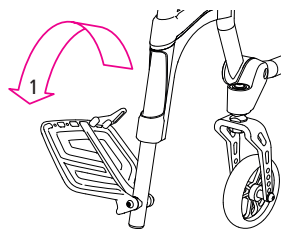
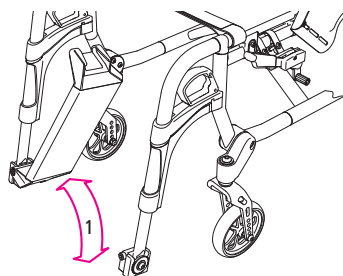

Рис.7
Рис.8
1. Пластини підніжок (1, рис. 7) або вибрана як додаткове обладнання полічка підніжки (1, рис. 8) встановлюються у правильне положення поворотом вгору або вниз.
2. Полічка підніжки, в залежності від сторони монтажу, може повертатись вгору або вниз (1, рис. 8).